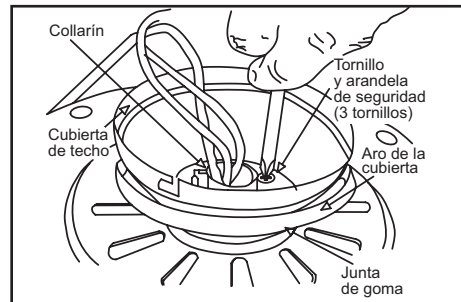

Figura 10
5. Coloca la junta de goma sobre los otros tres tornillos, inserta los cables que salen por la parte superior del motor del ventilador a través del aro de la cubierta (asegúrate de que las aberturas en forma de ranura estén en la parte superior), luego procede a colocar la cubierta de techo sobre el collarín en la parte superior del motor (Figura 10).
6. Alinea los orificios de montaje con los orificios del motor y asegura con los tres tornillos y arandelas de seguridad retiradas en el paso 4 (Figura 10).